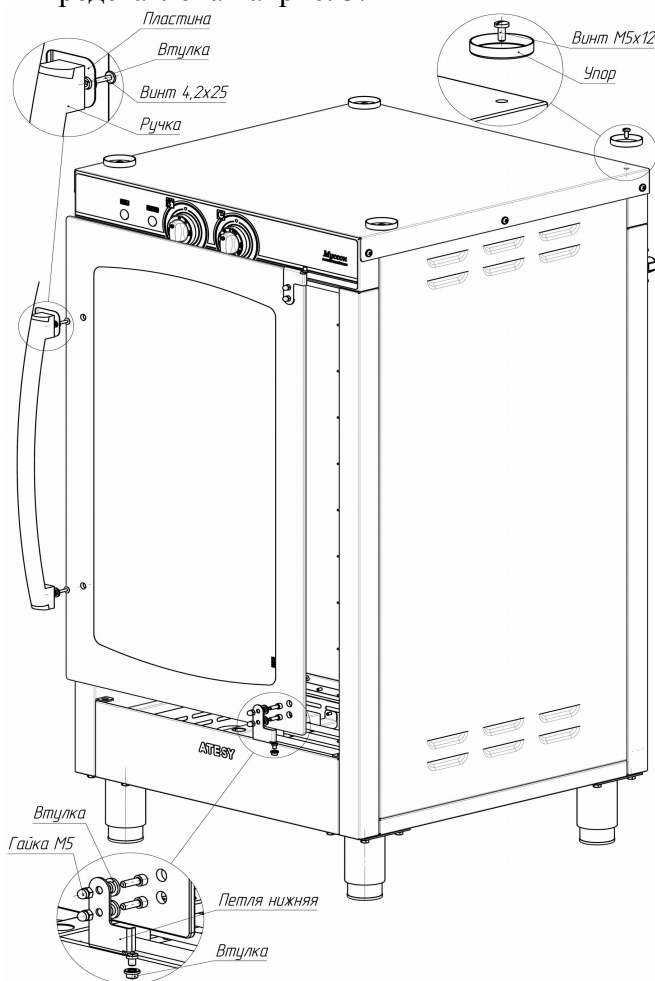

Рис.3
3.5. Схема сборки шкафа показана на примере ШР-10-430.330-01 и представлена на рис. 3.
3.11. Для установки и надежной фиксации конвекционной печи «Тоскана» на верхнюю крышку шкафов необходимо установить упоры (Рис. 3).